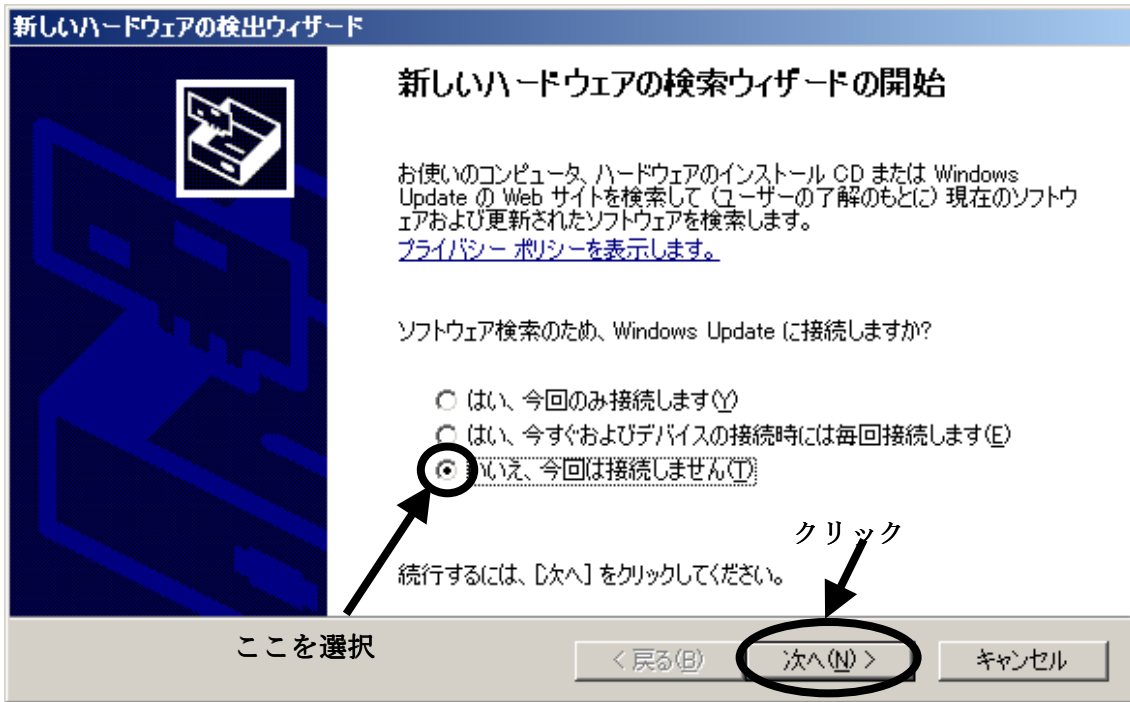

Fig.14 ドライバのインストール
- ①ボードの CN6 とパソコンを miniUSB-USB ケーブルでつなぎます。
- ②ボードの電源を入れます。
- ③ボードの RST1 と HWB1 のボタンを以下の順で押していきます。
①～③の手順を完了すると、パソコン側で新しいハードウェアとして認識されます。そして、Fig.14のようにドライバソフトのインストールを求められます。ここでは、“いいえ、今回は接続しません”を選択して、“次へ”をクリックします。